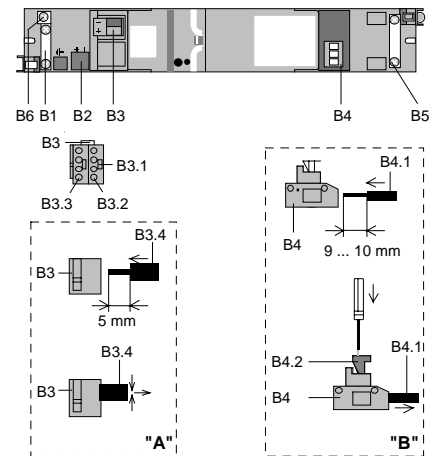

Bild 3: Anschlüsse
### Busklemme abziehen (Bild 3)
### Busklemme aufstecken (Bild 3)
### Anschließen der Busleitung (Bild 3 "A")
- Der Leitungsmantel der Busleitung ist mit der Leitungsfixierung (B1) am Gehäuse des Einbaugerätes zu befestigen. Wird eine Leitung mit Abschirmung verwendet, kann diese an der Klemme (B6) festgeschraubt werden (Bild 3).
Die Aussparung (B2) dient zur Aufnahme eines Überspannungsschutzes. Die Anschlüsse werden parallel zu der Buslinie in die Busklemme eingesteckt (Bild 3).
### Abklemmen der Busleitung (Bild 3 "A")
### Empfängerleitung anschließen (Bild 3 "B")
- Der Leitungsmantel der Empfängerleitung ist mit der Leitungsfixierung (B5) am Gehäuse des Einbaugerätes zu befestigen (Bild 3).
### Empfängerleitung abklemmen (Bild 3 "B")